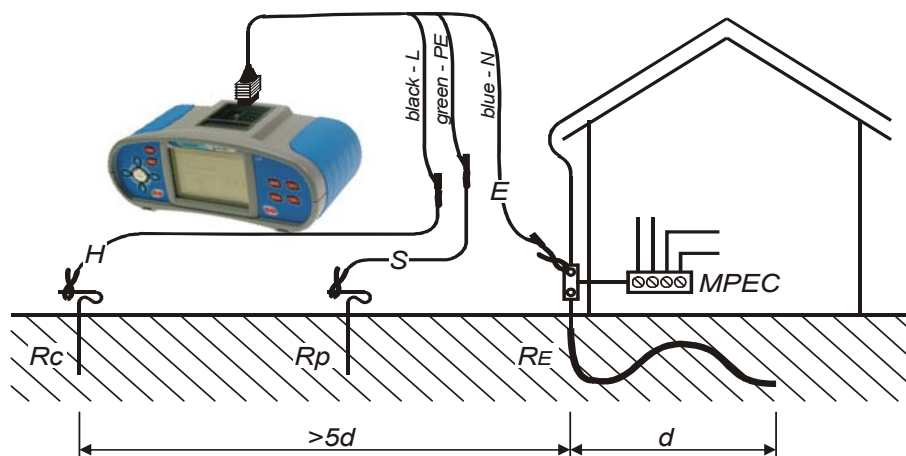

Рисунок 5.29 – Измерение сопротивления заземления – PE заземление
- ❑ **Подключите** измерительные провода и испытываемому объекту (см. рис. 5.29, 5.30).